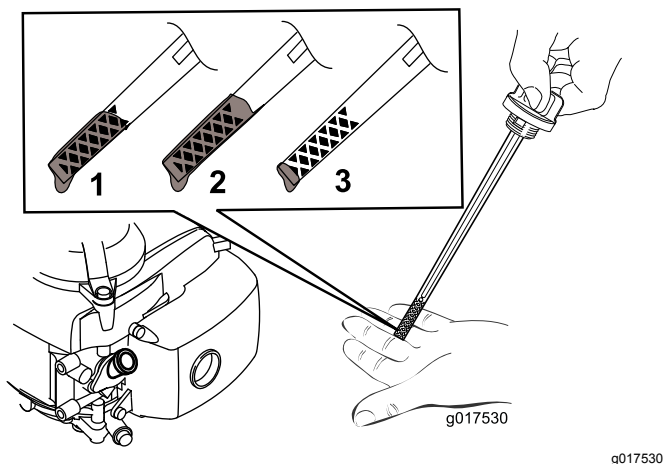

図 10
5. オイルの量の確認方法は **図 10** を参照。
**注** ディップスティックで量を確認しながら **図 10** に示される適正量までオイルを入れる。オイルを入れすぎてしまった場合には、**エンジンオイルの交換 (ページ 15)** の項に従って余分なオイルを抜き取ってください。